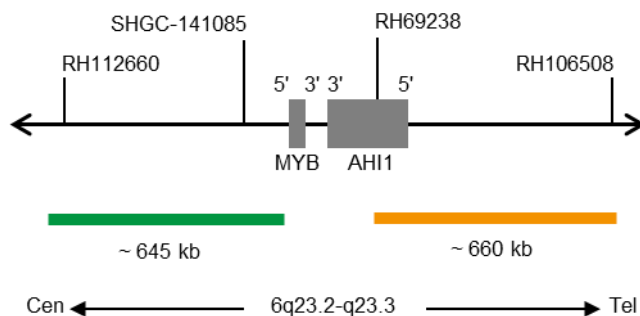

Fig. 1: SPEC MYB Mapa da sonda (não à escala)
- Polinucleótidos marcados com ZyGreen (excitação 503 nm/emissão 528 nm) (~10 ng/ $\mu$ l), que têm como alvo sequências mapeadas em 6q23.2-q23.3\* (chr6:134,840,690-135,483,752) proximais à região do ponto de quebra MYB (ver Fig. 1).
- Polinucleótidos marcados com ZyOrange (excitação 547 nm/emissão 572 nm) (~4,5 ng/ $\mu$ l), que têm como alvo sequências mapeadas em 6q23.3\* (chr6:135,728,667-136,390,142) distal à região do ponto de quebra MYB (ver Fig. 1).